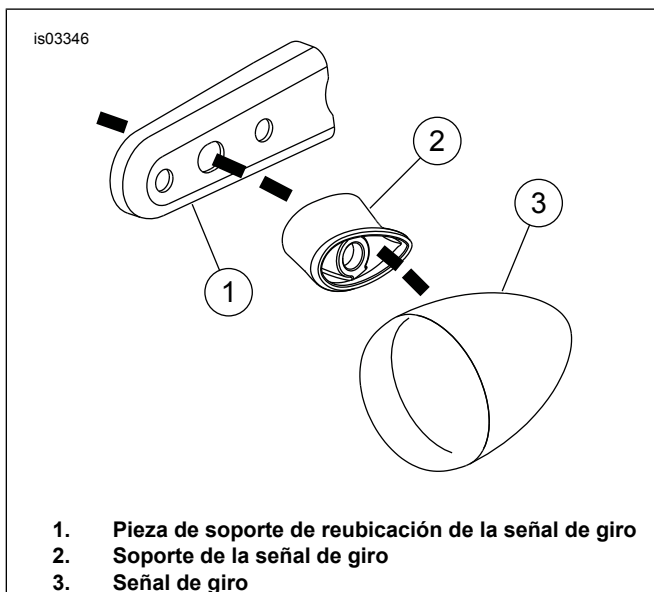

Figura 7. Paso del cableado a través de la pieza de soporte de reubicación y del soporte
1. Vea la Figura 7. Pase el cableado y el conector de la señal de giro a través del agujero central de la pieza de soporte de reubicación de la señal de giro y debajo de la parte trasera del soporte del guardabarros.